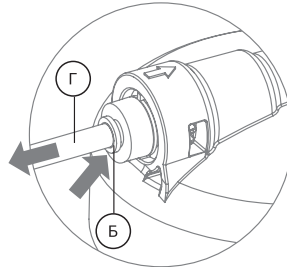

Рис. 26
2. Удерживая цанговое кольцо (Б) прижатым к основанию фитинга, потяните на себя пластиковую трубку (Г) и извлеките ее из фитинга (рис. 26).